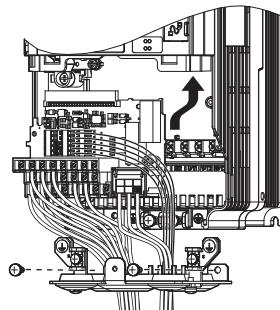

图 73 变频器的更换 (端子排的安装)
- 完成主回路的接线后，请按照图 73 将拆装式端子排切实插入插口，并用固定螺丝固定。